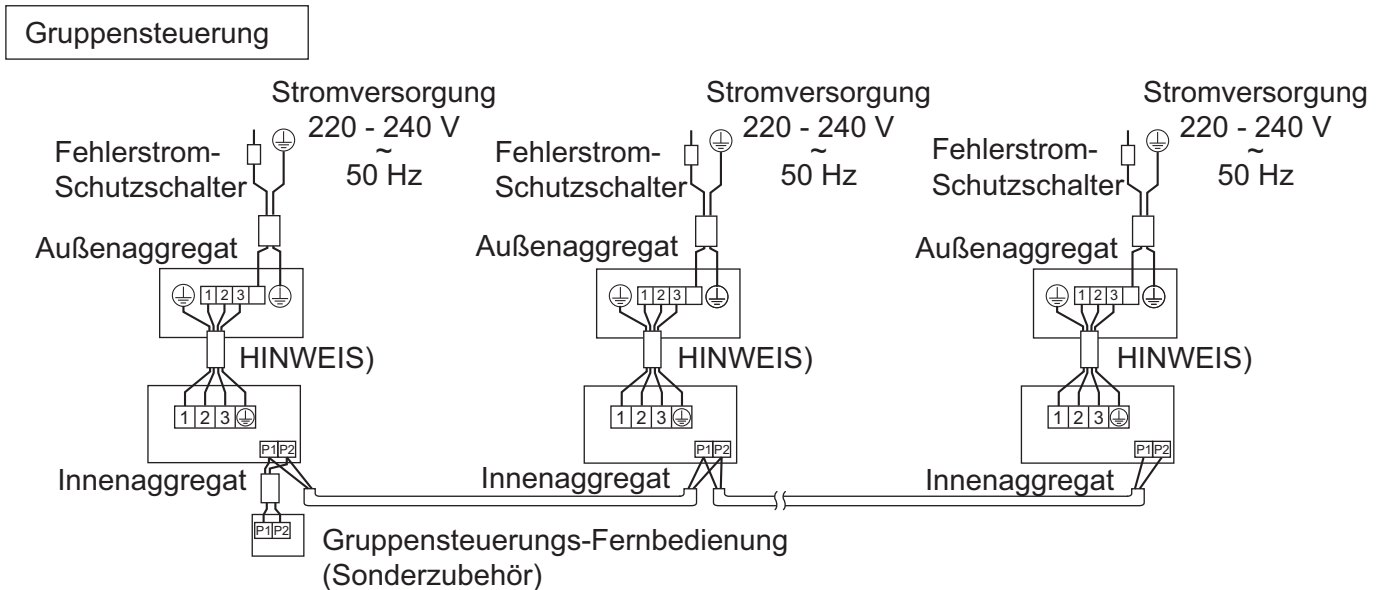

Abb. 42
- **Gruppensteuerung:** 1 Fernbedienung steuert bis zu 16 Innenaggregate (Alle Innenaggregate werden durch die Fernbedienung gesteuert). (Siehe Abb. 42)
- (1) Nehmen Sie die Abdeckung vom Steuerungskasten ab.
- (2) Verlegen Sie die Kabel über Kreuz zwischen den Klemmen (P1, P2) im Schaltkasten für die Fernbedienung. (Es gibt keine Polarität.) **(Siehe Abb. 42 und Tabelle 2)**